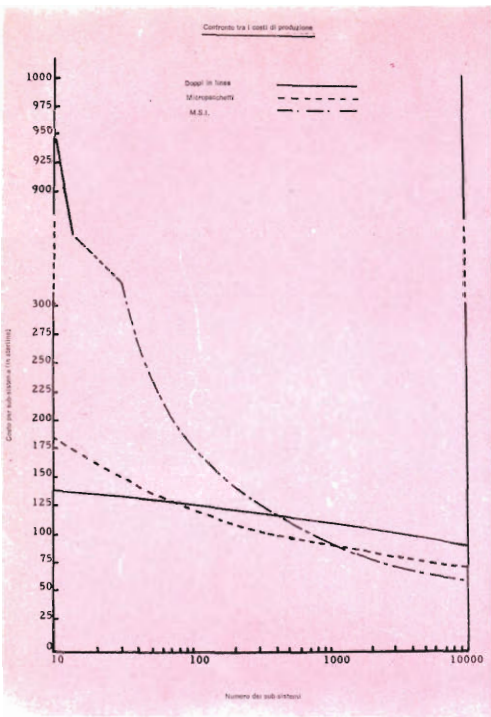

Fig. 5 - Confronto dei costi di produzione tra tre tecniche di interconnessione e tecnologia dei componenti, evidenziato con questo diagramma.
2) *Dati britannici* - Sotto certe condizioni tecniche (velocità, spazio e/o condizioni ambientali), i pacchetti a più basette già dimostrano miglioramenti nei costi in rapporto con i pacchetti singoli equivalenti. Ciò è illustrato graficamente nel diagramma riportato nella *fig. 5*, il quale confronta il costo di sistemi che impiegano pacchetti singoli, micropacchetti e MSI. Viene dimostrato che, su un gettito produttivo di circa 250, i micropacchetti cominciano ad essere più economici dei pacchetti singoli e che da quel limite la tecnica dei micro-